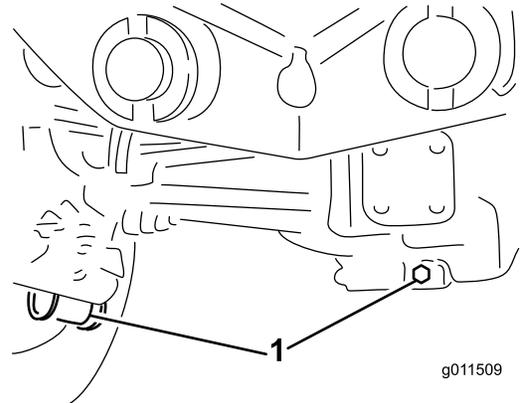

Bild 71
2. Reinigen Sie den Bereich um die drei Ablassschrauben, d. h. jeweils eine an beiden Enden und eine in der Mitte (**Bild 71**).